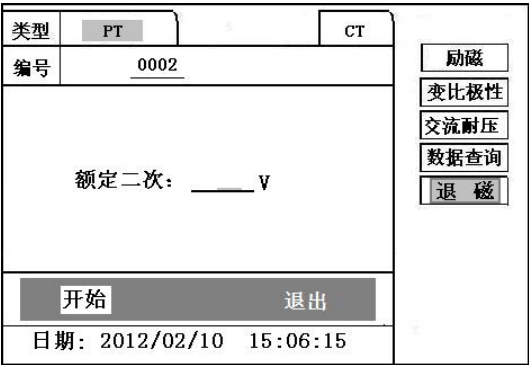

图 20：PT 退磁界面
9.2.1 参数设置：在 PT 测试主界面中，选择进入“退磁”试验界面（如图 20），设置额定二次电压值：100V、100/√3、100/3、150V、220V。